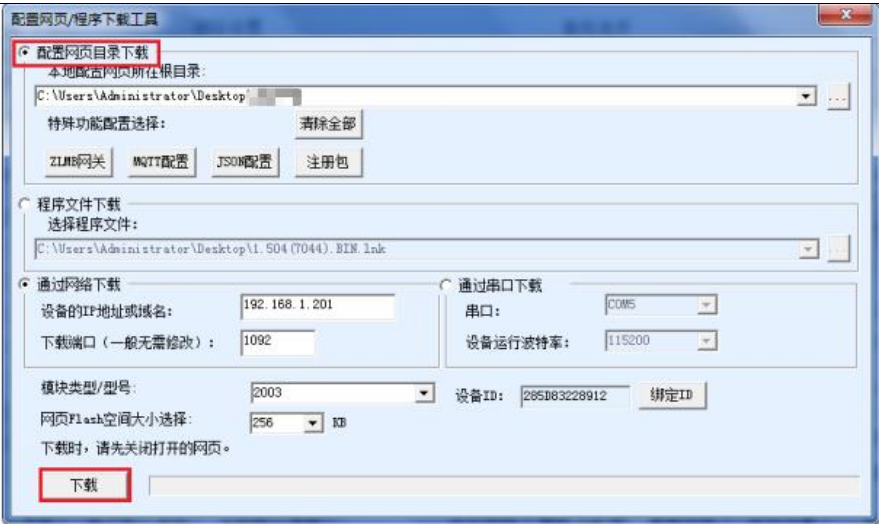

图 59 ZLAN1018 web 升级方法
- 3 如图 59 所示，选择“程序文件下载”单选项。在程序文件中，选择固件文件。串口服务器的 IP 地址部分已经自动填写好，无需再写入，模块类型/型号已经自动选择好。然后点击下载。
- 6 Web 配置界面更新：固件升级后模块内部的配置网页也需要更新，否则无法再通过 Web 配置，但是不影响通讯。无需 web 配置的也可以不下载网页。下载 Web 的方法是：如图 59 所示，将“程序文件”下载模式改为“网页目录下载”。并且选择本地网页所在根目录为需要下载的网页文件所在目录（该目录可以从卓岚获得），点击下载，将本地网页目录下的所有文件下载到设备内部的文件系统上。